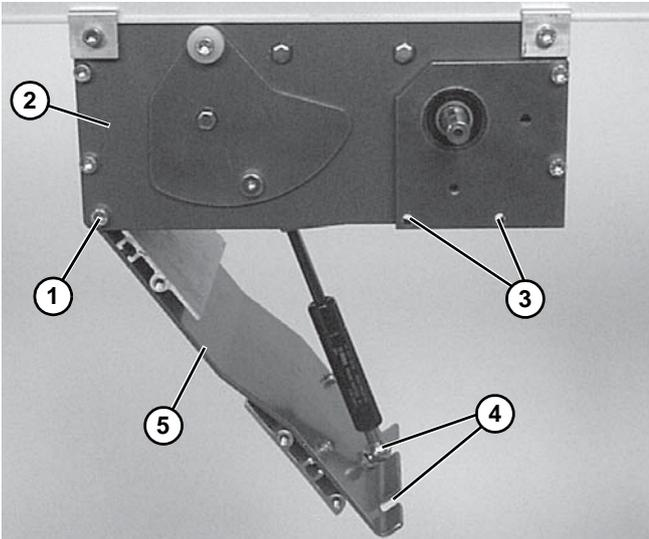

**Figura 30**
5. Retire la banda (**Figura 30, artículo 1**) del transportador.